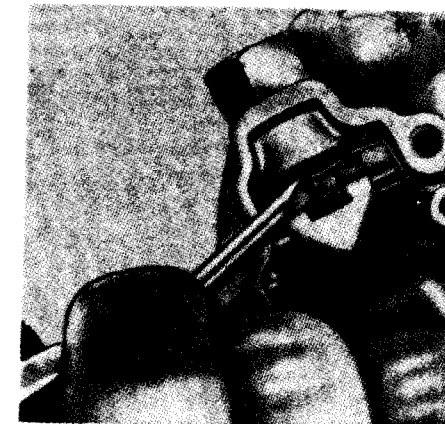

Fig. 19
Para colocar a presilha (10) de fixação, apóie as extremidades da presilha sobre o eixo. Empurre, então, a presilha com uma chave-de-fenda, de maneira que ela encaixe debaixo da saliência existente dentro da cuba, e verifique se a bóia se movimenta com facilidade (fig. 19).